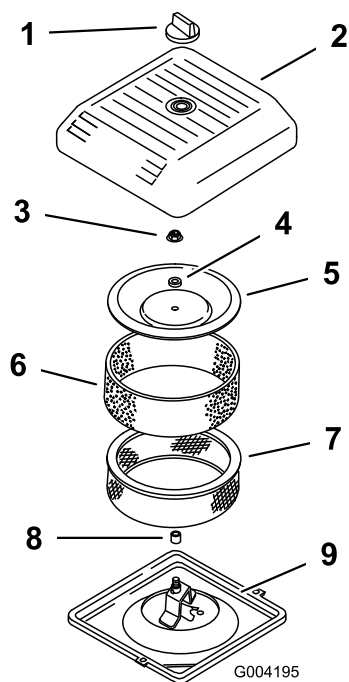

图 40
3. 拧下旋钮并取下空气滤清器盖图 40。
4. 小心将泡沫预滤器滑出纸质滤芯图 40。
5. 拧下护罩螺母并取下护罩、隔片和纸质过滤器图 40。
- 将空气滤清器总成放到空气滤清器基座上 (图 40)。
- 安装护罩、隔片、并使用护罩螺母固定 (图 40)。上紧螺母扭矩至 11N·m。
- 安装空气滤清器盖、使用旋钮固定 (图 40)。